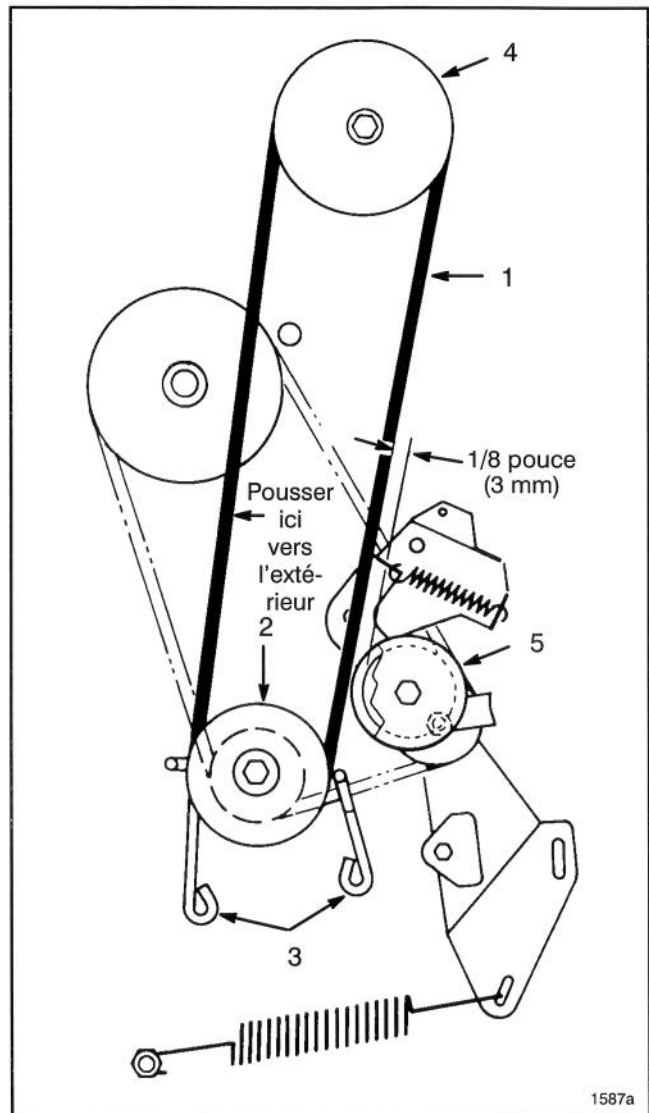

Figure 19
7. Desserrer les boulons de fixation des 2 guides de courroie de la poulie moteur, et écarter les guides de la poulie. Retirer de la poulie moteur la courroie d'entraînement de la lame (Fig. 19).
12. Pousser la courroie vers l'extérieur (pour la tendre) comme illustré à la figure 19, et vérifier l'écart entre l'extérieur de la courroie et la gorge de la poulie de renvoi (Fig. 19). L'écart doit être d'environ 3 mm.